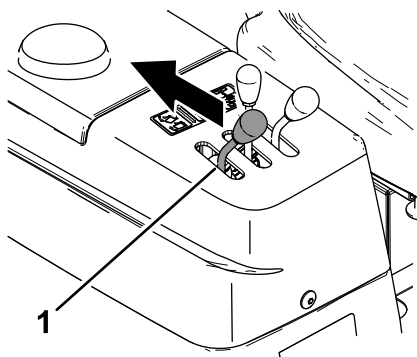

Figura 49
1. Fatevi aiutare da un'altra persona a tirare all'indietro e a trattenere la leva di scarico della tramoggia (Figura 49).